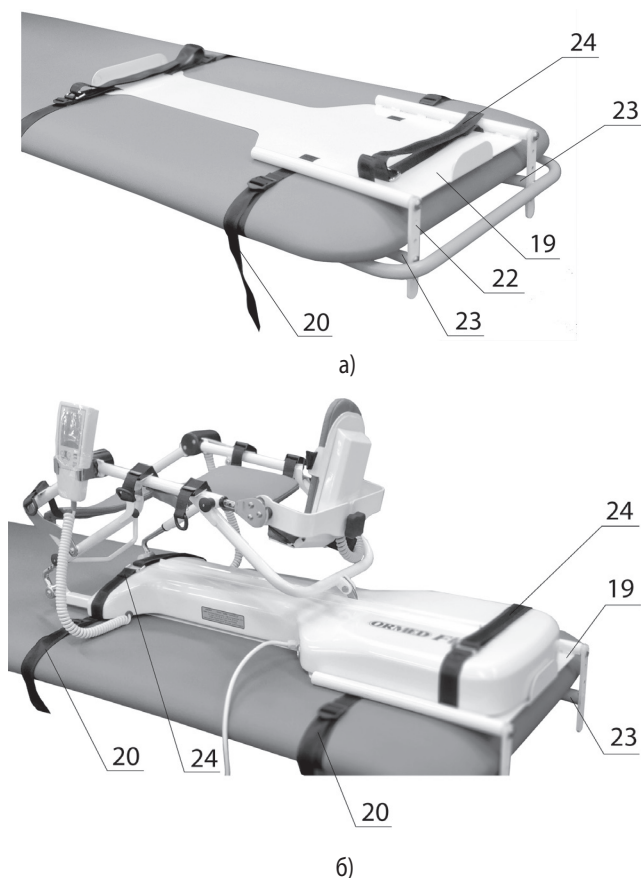

Рисунок 7.2 – Фиксация аппарата на кушетке
Для фиксации аппарата необходимо использовать упор аппарата (19) (рис. 7.2а). Для этого необходимо разместить упор аппарата (19) на кушетке, опустить вниз упоры (22). Установить фиксаторы (23) на необходимую высоту (для исключения подъема упора во время работы), затянуть ремни (20). Установить аппарат на упор. Зафиксировать аппарат с помощью ремней (24) рис. 7.2б.